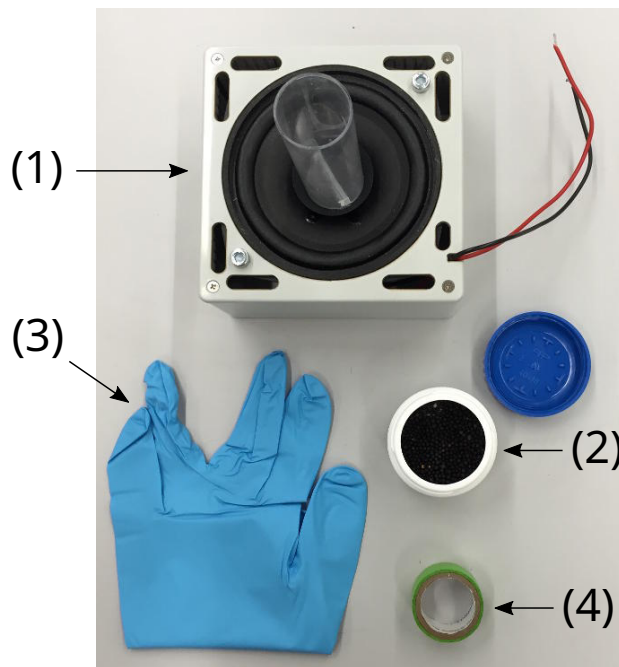

Abbildung 2: Zusätzliches Material für dieses Experiment.
- Die Amplitude des Sägezahnsignals kann mit dem rechten Potentiometer eingestellt werden, welche mit *speaker amplitude* (4) beschriftet ist. Eine Gleichspannung proportional zu der Signalamplitude wird an der Amplitudenmonitorbuchse ausgegeben (6) (mit Referenz auf die GND-Buchse (7)). Die Zahlen beziehen sich auf die Abb. 2 in den allgemeinen Hinweisen.